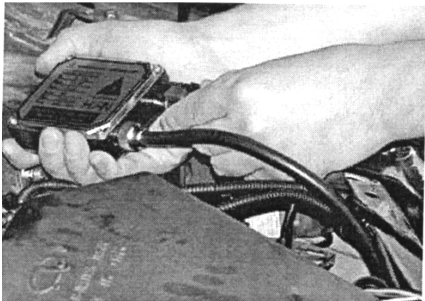

图 10-25 安装放大器
- 3) 如图 10-25 所示，根据安装线路要求给内附线组装上原灯泡的插接器和放大器。